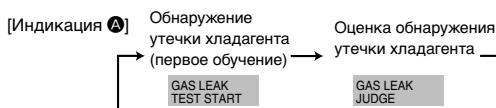

Fig. 8-2
- Нажмите кнопку и выберите [GAS LEAK TEST START] (ЗАПУСК ПРОВЕРКИ УТЕЧКИ ГАЗА). (Fig. 8-2)